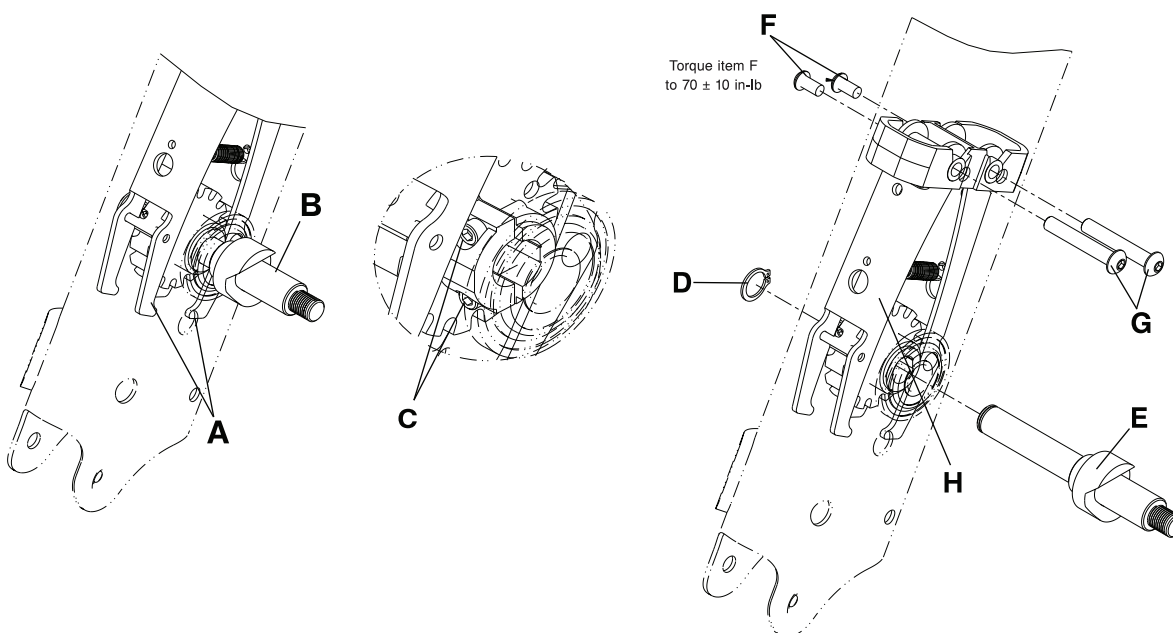

Fig. 8-30: Udskiftning af bremseknast
2. Brug hånden til manuelt at åbne bremseknasterne (A). Brug den modsatte hånd til manuelt at dreje baghjulets aksesamling (B), så cylinderskruerne (C) vender imod stolens bund (Fig. 8-30 på side 8-47).
3. Brug en 9/64 tommer sekskantnøgle til at løsne de to cylinderskruer (C) på baghjulets aksesamling (B) (Fig. 8-30 på side 8-47).
4. Brug låseringstangen til at fjerne stopringen (D) (Fig. 8-30 på side 8-47), der holder baghjulets aksesamling (E) (Fig. 8-30 på side 8-47) fast på stolerammen. Gem stopringen.
5. Fjern baghjulets aksesamling (E) (Fig. 8-30 på side 8-47).
6. Brug en 5/32 tommer sekskantnøgle og en 3/16 tommer sekskantnøgle til at fjerne skruerne (F) og bremseknasternes afstandsmøtrikker (G), der holder bremseknastsamlingen fast (H) (Fig. 8-30 på side 8-47). Ved geninstallation af skruerne (F) skal du bruge en 3/8 tommer drejementnøgle til at spænde skruerne til  $70 \pm 10$  in-lb ( $8 \pm 1,1$  Nm).
7. Fjern og kassér bremseknastsamlingen (H) (Fig. 8-30 på side 8-47).